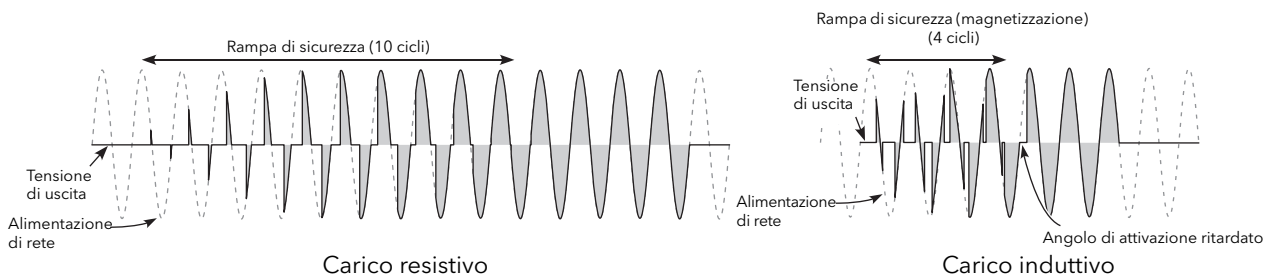

Figura 57 Esempi di rampa di sicurezza (accensione a treno di impulsi)
- Safeno Ramp (Rampa di sicurezza)** Visualizza la durata della rampa di sicurezza, in cicli di tensione di alimentazione (da 0 a 255), da applicare all'accensione. La rampa è una rampa ad angolo di fase da zero all'angolo di fase target richiesto o, nel caso dell'accensione a treno di impulsi, da 0 a 100%; vedere Figura 57. La Rampa di sicurezza non è applicabile alla modalità a mezzo periodo intelligente (IHC).